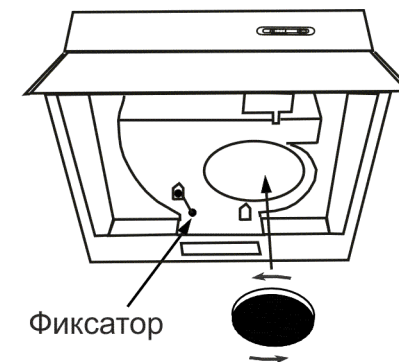

рис. 5
- фиксатор (рис.5) должен находиться в положении «вытяжка», положение «А».
- 6.2 Режим «фильтрации» (рис. 5):